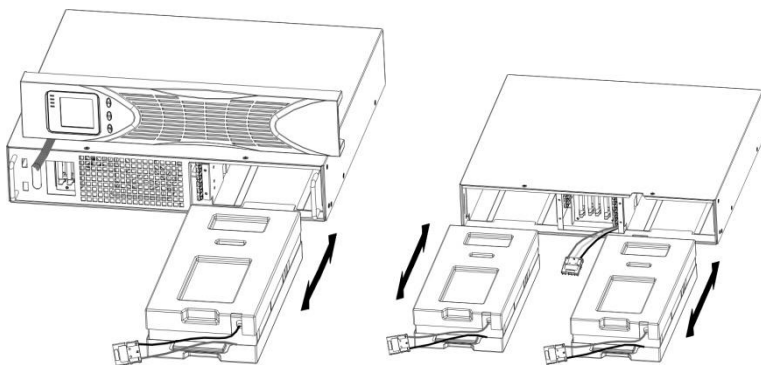

Abb. 27: Ausbauen des Batteriepacks
4. Nehmen Sie das Batteriepack vorne am Griff und ziehen es vorsichtig nach vorne heraus. Das Batteriepack dabei fest halten und vollständig herausgeben, wie in Abb. 27 gezeigt.